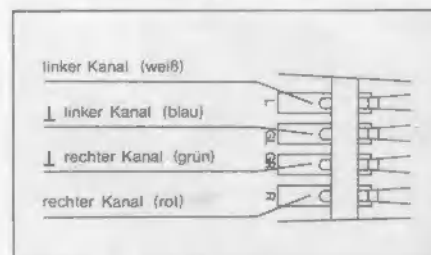

Fig. 17
3. Die Anschlüsse am Systemträger und Tonabnehmersystem sind gekennzeichnet (Fig. 17). Verbinden Sie die Anschlußlitzen des Systemträgers mit den entsprechenden und gleich gekennzeichneten Anschlußstiften des Tonabnehmersystems.